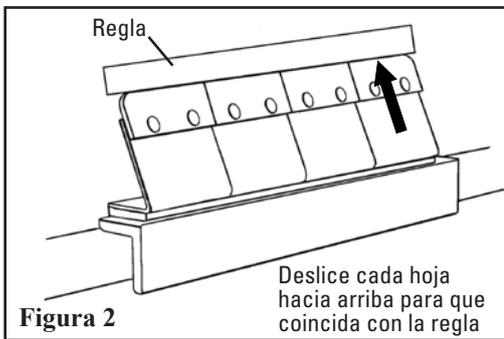

Figura 2
- 2. Elija la posición del tensor.** El tensor se envía montado en la posición de empuje. Dependiendo de las limitaciones de espacio de la instalación, el tensor se puede montar de forma opcional en una posición de jalado (consulte el dibujo para cambiarlo) (Figura 2).